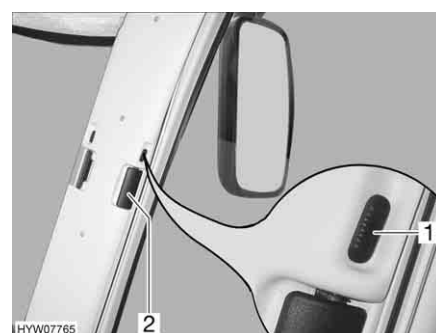

Fig. 59 Tendina oscurante pieghevole per il finestrino del conducente/passeggero
- Inserire fino all'arresto le tendine oscuranti pieghevoli per il finestrino del guidatore e del passeggero per la maniglia (Fig. 59,2).
- Spingere il bottone di bloccaggio (Fig. 59,1) in basso.